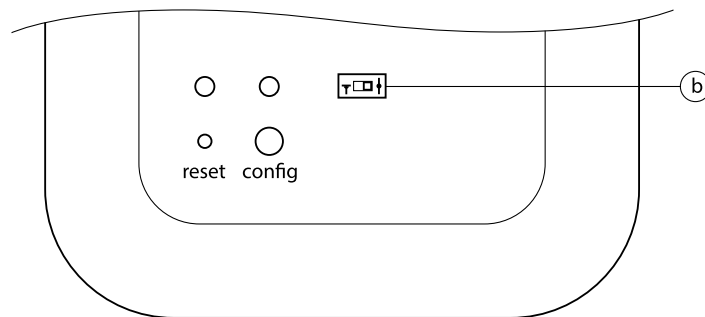

Fig. 19-1b: Terminierungsschalter Geniax Ambient Sensor
- Ambient Sensor terminieren gem. Fig. 19-1b, falls der Sensor letzter Busteilnehmer des Bussystems oder einer BUS-Linie ist.
Der Geniax Ambient Sensor verfügt über einen BUS-Abschlusswiderstand von 120  $\Omega$ . Dieser kann über den Terminierungsschalter (b) (Fig. 19-1b) aktiviert werden.